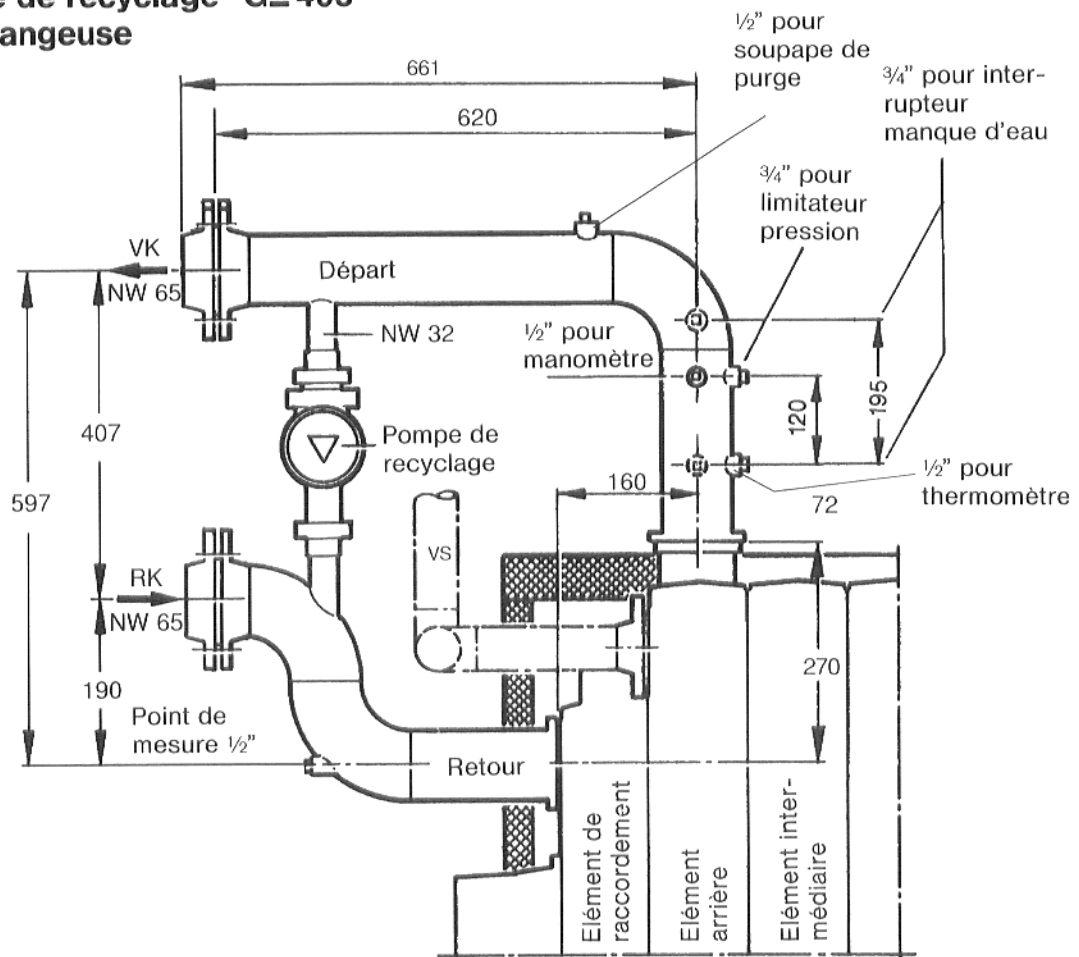

Fig. 1
3. Visser lâche le raccord retour au moyen des rondelles et écrous aux 4 vis sans tête du raccord retour chaudière (Fig. 1).